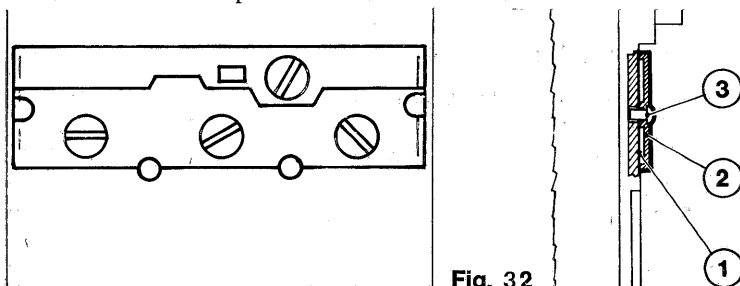

Fig. 32
**9.10. Protezione trasparente** della scatola sganciatori termomagnetici: impedisce l'accesso alle manopole di regolazione (fig. 32)
- b - dall'interno attraverso i due fori laterali e il foro centrale superiore con una punta bucare la targhetta autoadesiva (1)
- c - sistemare sul coperchio la protezione (2) come in figura e fissarla con i chiodini isolanti (3)